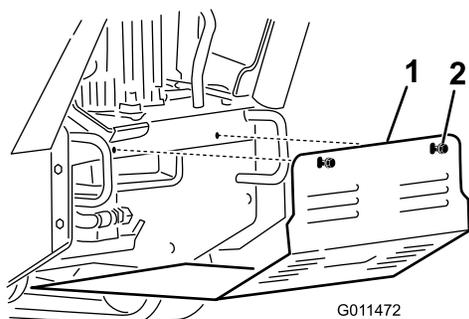

Рисунок 22
3. Последовательно отвинчивайте 3 болта крепления нижнего щитка, пока не освободите щиток (Рисунок 22).
5. Чтобы установить щиток перед началом эксплуатации машины, вставьте нижний щиток в машину так, чтобы он сел на все 4 выступа, и закрепите 2 болтами, вывернутыми ранее (Рисунок 22).